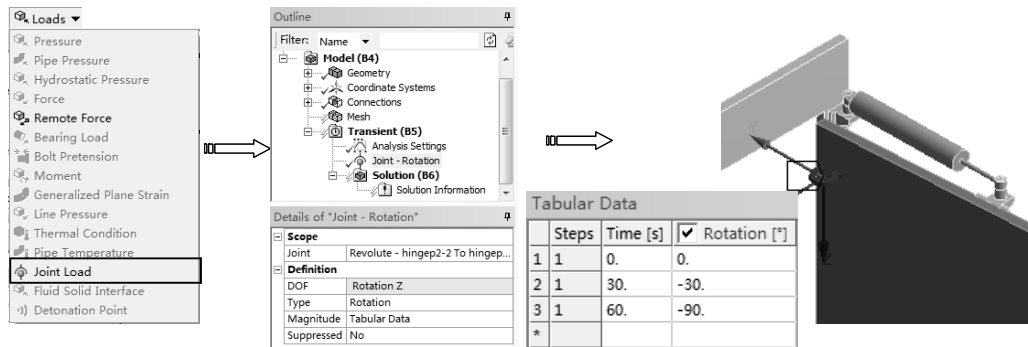

图 10-93 施加旋转角
2) 在【Outline（分析树）】中选择【Transient (B5)】节点，单击【Environment】工具栏上的【Loads】|【Joint Load】命令，在详细设置窗口的【Joint】下拉列表中选择 Revolute 关节，在【Type】下拉列表中选择 Rotation，设置【Magnitude】为 Tabular Data，输入角度如图 10-93 所示。